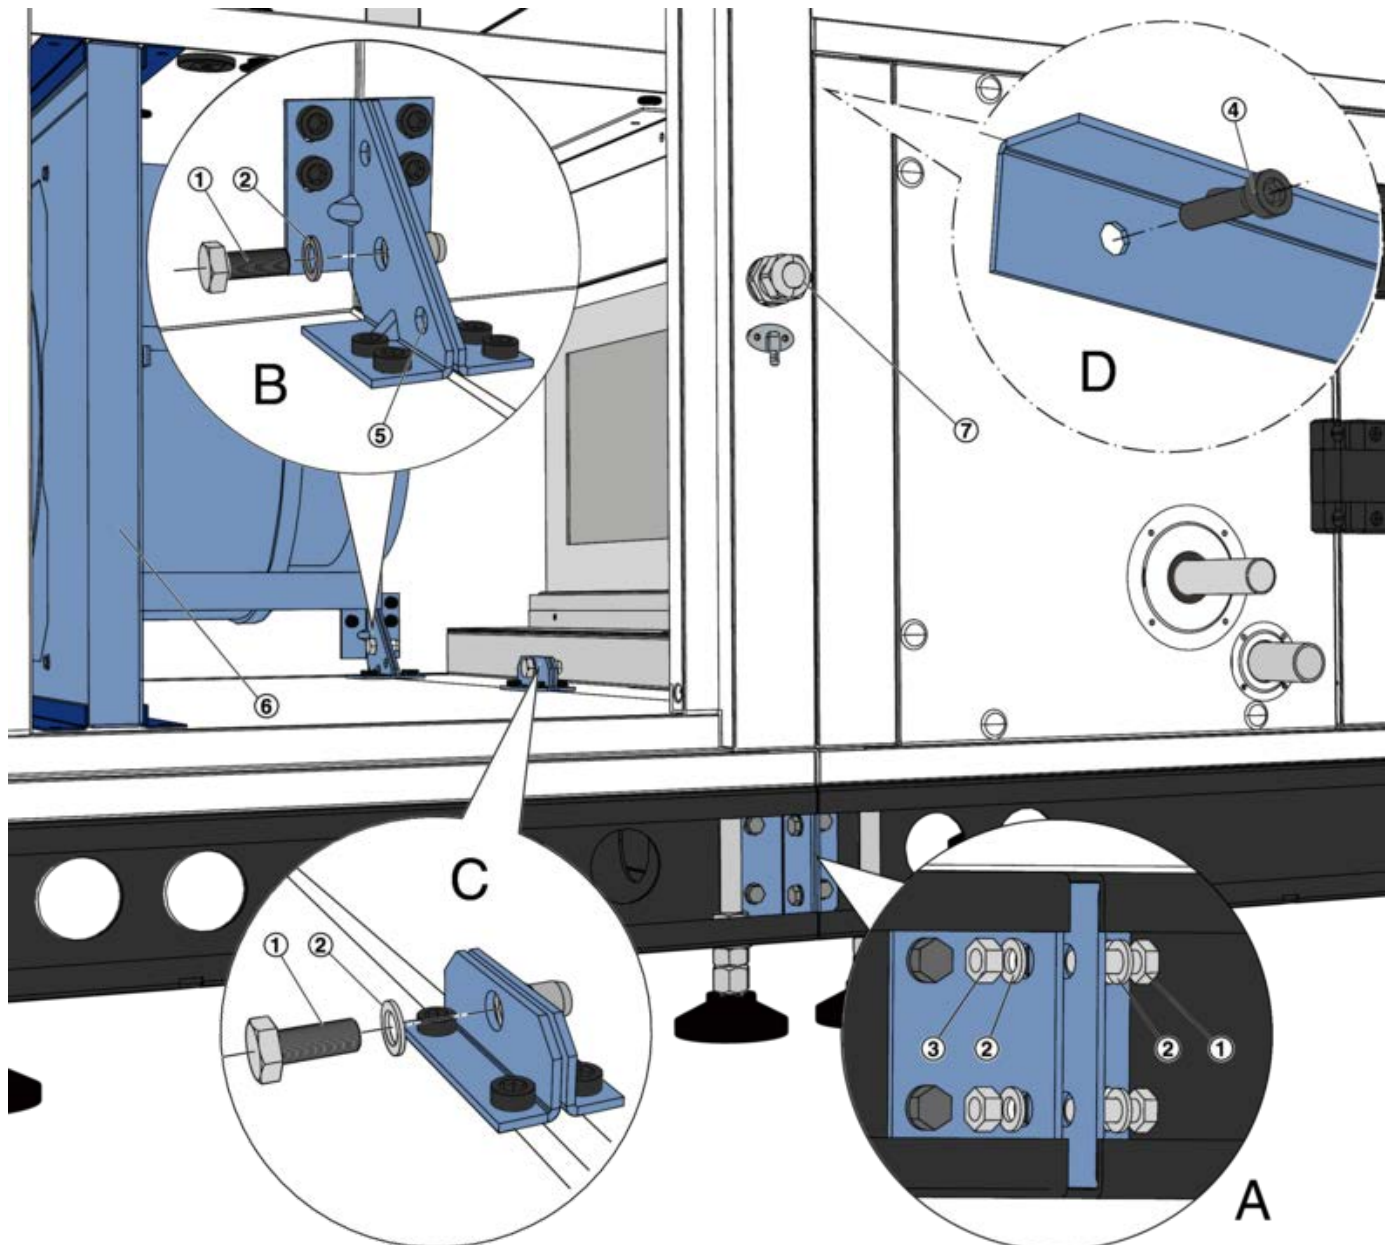

Fig. 19: Fijación del módulo accesorio
1. ▶ Coloque el módulo accesorio de forma que los orificios de los puntos de fijación queden enrasados (Fig. 19).
- Caras extremas de los bastidores de base (Fig. 19 /A)
- Placas de refuerzo, en cada esquina (Fig. 19 /B)
- Soporte (Fig. 19 /C)
- Soporte (Fig. 19 /D)
Tamaños R015 - Para una mejor accesibilidad a los puntos de conexión, la placa de montaje del ventilador a R050 (Fig. 19 /6) puede extraerse completamente.
3. ▶ Conecte el módulo de accesorios a la toma de tierra; utilice para ello el tornillo de cabeza hexagonal (Fig. 19 /1) situado en la placa de refuerzo inferior del lado de funcionamiento.